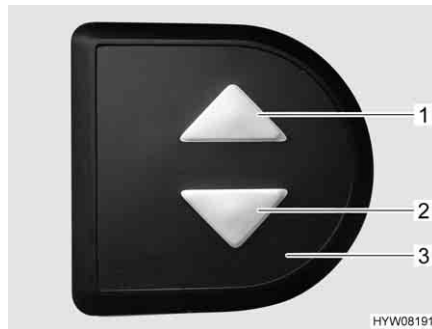

Fig. 57 Elemento di regolazione
- Sull'elemento di regolazione (Fig. 57,3) premere contemporaneamente i due tasti freccia (Fig. 57,1 e 2) e tenerli premuti fino a quando il letto basculante non si è spostato completamente verso il basso. Una volta rilasciati i tasti viene emesso un segnale acustico di conferma.
- Sull'elemento di regolazione (Fig. 57,3) premere il tasto freccia inferiore (Fig. 57,2) e tenerlo premuto fino a quando il letto basculante non ha raggiunto la posizione finale in basso.
- Sull'elemento di regolazione (Fig. 57,3) premere il tasto freccia superiore (Fig. 57,1) e tenerlo premuto fino a quando il letto basculante non ha raggiunto la posizione finale in alto.
- Portare leggermente il letto basculante con i tasti freccia (Fig. 57,1 o 2) nella direzione opposta.